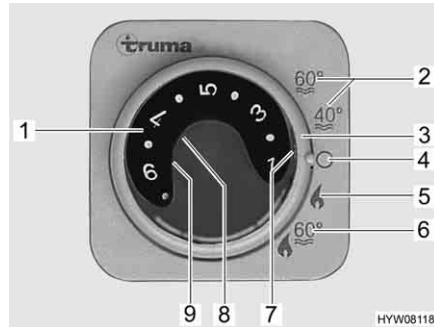

Bild 193 Kontrollenhet för värme/varmvattenberedare
- Respektive driftläge ställer man in med hjälp av vridströmställaren (Bild 193,3).
Värmesystemet väljer automatiskt rätt brännarsteg motsvarande den önskade rumstemperaturen. Då önskad rumstemperatur är uppnådd stängs brännaren av. Vid driftläge "värme och varmvattenberedare" (Bild 193,6) värms även vattnet i varmvattenberedaren upp. Värmen kan vid driftsätt "värme utan varmvattenberedare" (Bild 193,5) köras med tom varmvattenberedare.
- Ställ temperaturvredet (Bild 193,1) på kontrollenheten på önskat steg.
- Ställ in vridströmställaren (Bild 193,3) på vinter drift "värme utan varmvattenberedare" (Bild 193,5) eller på vinter drift "värme och varmvattenberedare" (Bild 193,6).
Den gröna kontrollampan (Bild 193,7) lyser.
- Ställ vridströmställaren (Bild 193,3) i läge "O" (Bild 193,4).
Kombinationen av gasdrift och 230 V-eldrift ger kortare fordonets uppvärmningstid (endast möjligt när värmen ställs in på vinterdrift på kontrollenheten (Bild 193)).